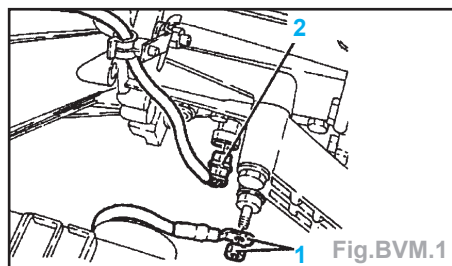

Fig.BVM.1
- Débrancher le câble de masse (1) côté BV ainsi que le connecteur de feux de recul (2) (Fig.BVM.1).